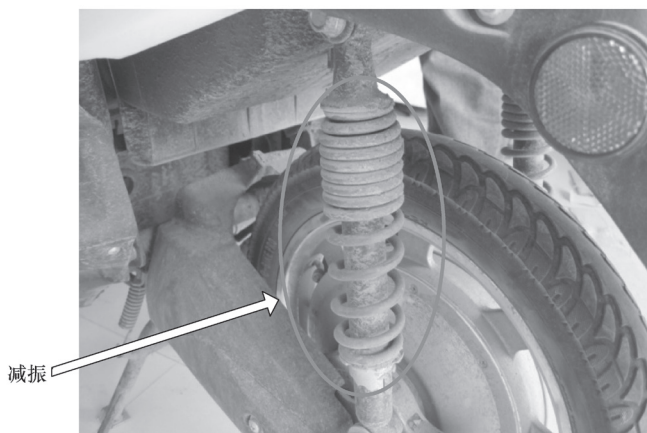

图 8-8 后减振器
2) 卸下后减振器检查 (如图 8-8 所示), 发现左侧后减振器内的连杆脱落, 仅由减振器弹簧连接车架与后轮支撑车体。